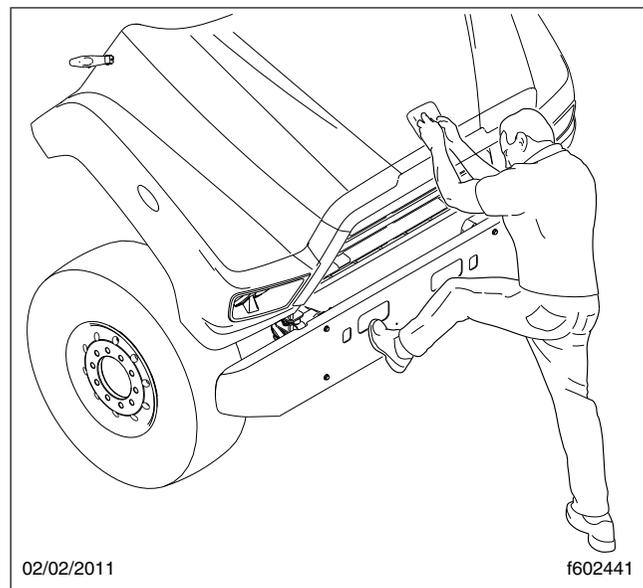

Figura 2.8, Inclinación del capó
3. Estando de pie delante del capó, levante la parte trasera del capó hasta que llegue a estar encima del centro de gravedad (45 grados de la vertical). Vea la Figura 2.8. Luego sujételo para que vaya cayendo lentamente, hasta que pare.